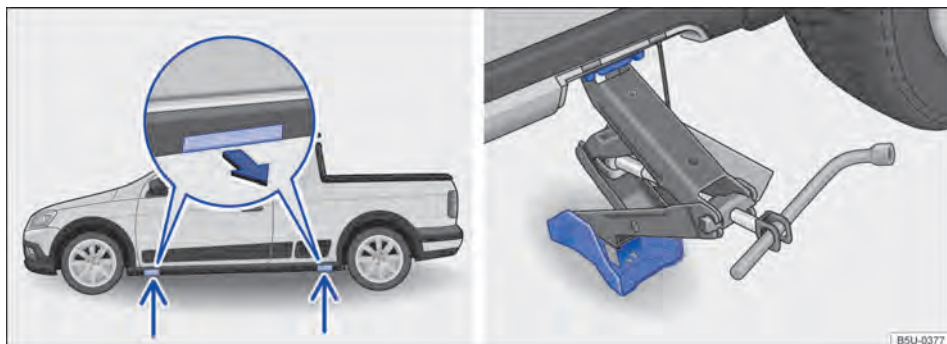

Fig. 207 Pontos de apoio do macaco e macaco posicionado no lado esquerdo traseiro do veículo - veículos com soleiras externas.
O macaco somente pode ser posicionado nos pontos de apoio indicados (cobertura removível) → Fig. 207. É válido o ponto de apoio localizado próximo à roda correspondente → ⚠.
7. Desencaixar a cobertura de acesso ao ponto de apoio do macaco, no sentido da seta → Fig. 207.
9. Garantir que a base do macaco, com toda sua superfície, esteja sobre o chão e que a base se encontre perpendicularmente abaixo do ponto de colocação → Fig. 207.
10. Alinhar o macaco e, simultaneamente, levantar a garra do macaco até ela se encaixar na travessa debaixo do veículo → Fig. 207.
- Posicionar o macaco somente nos pontos indicados. A garra do macaco deve se encaixar no perfil da longarina de forma segura → Fig. 207.